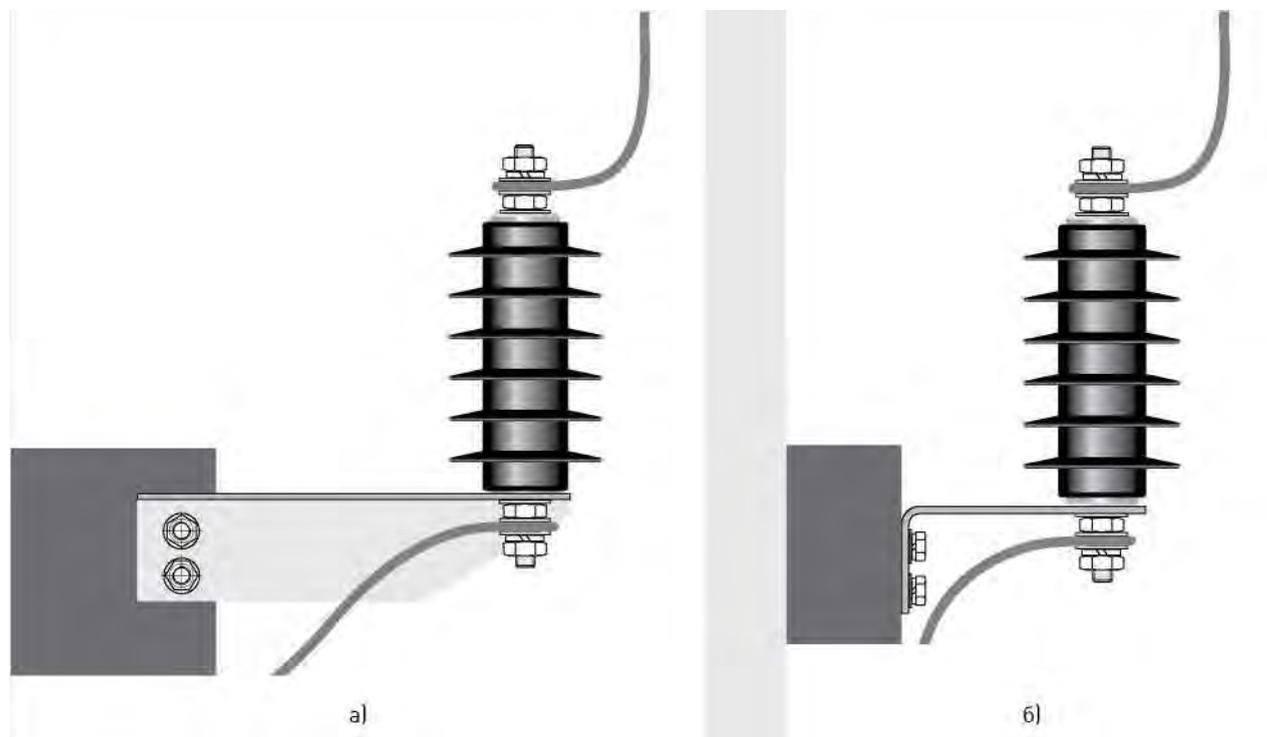

Рис. 6. Пример монтажа ОПН-РВ
4.8. Комплект монтажных деталей рекомендуется применять при замене вентильного разрядника серии РВО в случае отсутствия возможности изменения присоединительных размеров, а так же при отсутствии дополнительных материалов, необходимых для выполнения требований Раздела 4 настоящего РЭ. Внешний вид ОПН-РВ, смонтированного с помощью комплекта, представлен на рис. 6. Указанный комплект не входит в комплект поставки ОПН-РВ. Чертежи монтажных деталей приведены в Приложении 2.